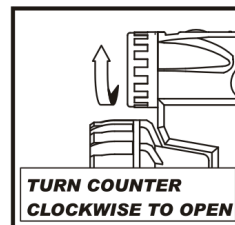

Fig.15
- Entfernen Sie den Leuchtenkopf, indem Sie ihn gegen den Uhrzeigersinn drehen. (Fig. 15)